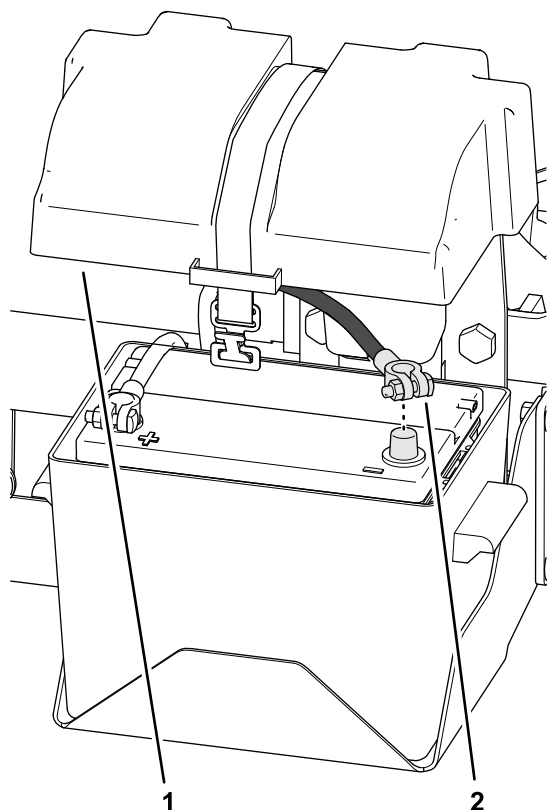

Bild 138
1. Schließen Sie das Minuskabel des Akkus an die Akkuklemme an (Bild 138).